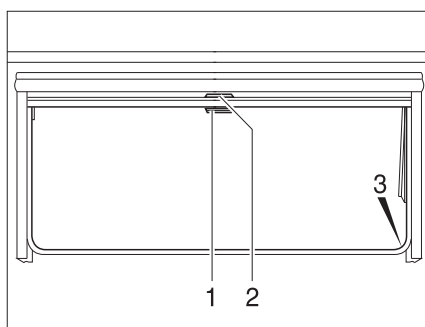

Fig. 40 Fenêtre projetante
- Tirer le store occultant vers le bas en le maintenant par la poignée (Fig. 40,2). Lorsque le store occultant est complètement fermé, l'accrocher des deux côtés du cadre de la fenêtre dans le dispositif de blocage (Fig. 40,3).
- Lorsque le store occultant est complètement fermé : Appuyer sur la poignée (Fig. 40,2) vers le bas tout en la tirant légèrement vers l'intérieur. Décrocher à droite et à gauche le store occultant du dispositif de blocage du cadre de la fenêtre.
- Si le store occultant se trouve dans une position intermédiaire : Tirer la poignée (Fig. 40,2) vers le bas jusqu'à ce que le dispositif de blocage se débloque.
- Tirer la moustiquaire par la poignée (Fig. 40,1) vers le bas et l'accrocher des deux côtés sur le cadre de la fenêtre dans le dispositif de blocage (Fig. 40,3).
- Appuyer sur la poignée (Fig. 40,1) vers le bas tout en la tirant légèrement vers l'intérieur. Décrocher à droite et à gauche la moustiquaire des dispositifs de blocage du cadre de la fenêtre.